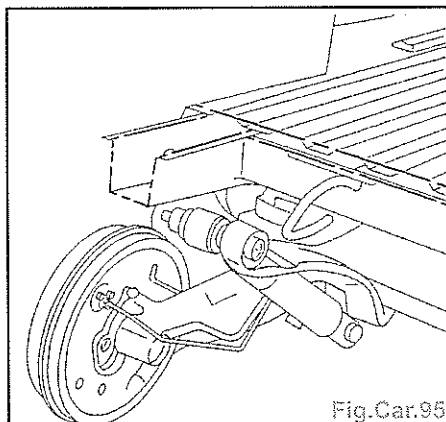

Fig.Car.95
- Préparer les bords d'accostage et les protéger par un apprêt soudable (référence C7) (Fig.Car.95).